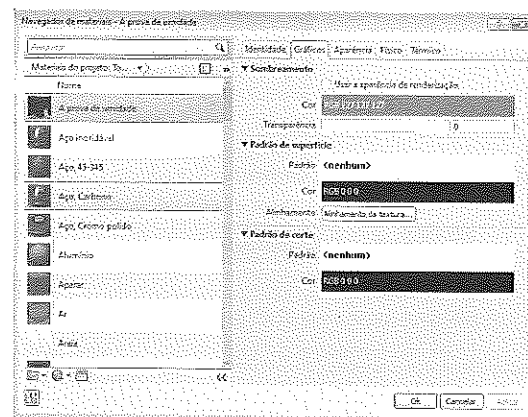
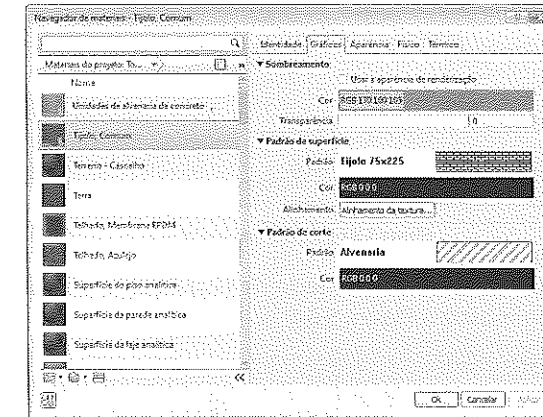

Figura 5.59 – Navegador de materiais.
Figura 5.60 – Definição do material Tijolo Comum.
- Ao clicar no campo **Material**, surge a janela **Navegador de materiais**. No lado esquerdo da janela, há uma lista de materiais que podem ser definidos para a camada. O Revit traz alguns comumente usados; podemos modificá-los ou importar bibliotecas de outros locais. No lado direito da janela, temos um editor de materiais que permite alterar o material que foi selecionado do lado esquerdo, Figura 5.59.
Na área nomeada como **Materiais do projeto**, Figura 5.59, selecione o material desejado para cada camada, rolando a barra lateral. Neste exemplo selecionamos **Tijolo Comum** para a estrutura da parede como mostra a Figura 5.60.